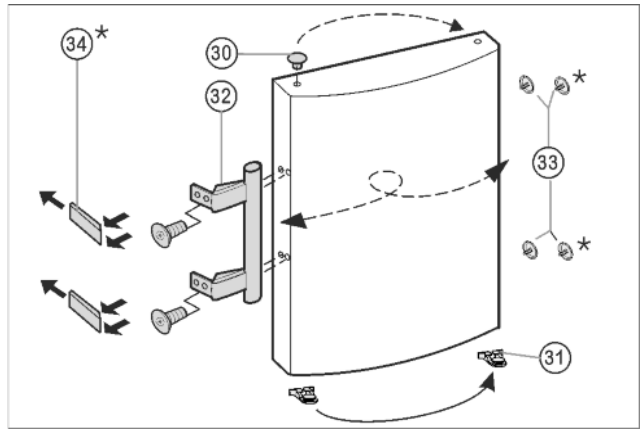

Fig. 8
- ▶ Iš durų įvorių išimkite kaiščius *Fig. 8 (33)* ir perkeltite juos į priešingą pusę.
- ▶ Nuimkite rankeną *Fig. 8 (32)*, kaiščius *Fig. 8 (33)* bei atramines plokšteles* *Fig. 8 (34)* ir įstatykite priešingoje pusėje.